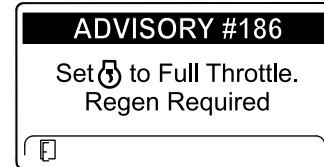

Figura 41
**Nota:** Se a temperatura de escape do motor for demasiado baixa, o InfoCenter mostra o AVISO N.º 186 (Figura 41) para o informar de que tem de definir o motor para ralenti alto (aceleração total).